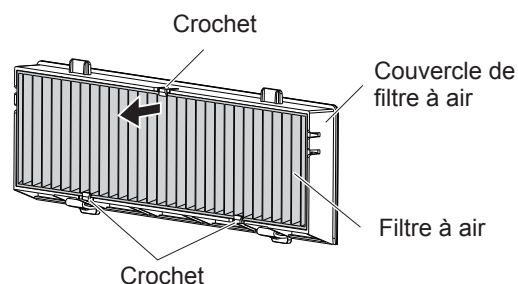

Fig.2
- L'unité de filtre à air est fixée par les trois crochets. Saisissez la fibre du filtre à air près du côté du couvercle avec un crochet, puis retirez le filtre à air du couvercle du filtre à air dans le sens indiqué par la flèche. (Fig.2)